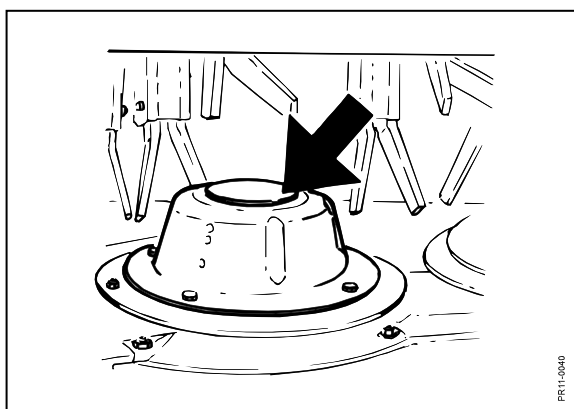

Fig. 5-6
**Fig. 5-6** Les déflecteurs bas doivent être redressés ou remplacés par des neufs en cas de déformations. Il faut contrôler la présence de terre ou de poussière 2 ou 3 fois par saison.